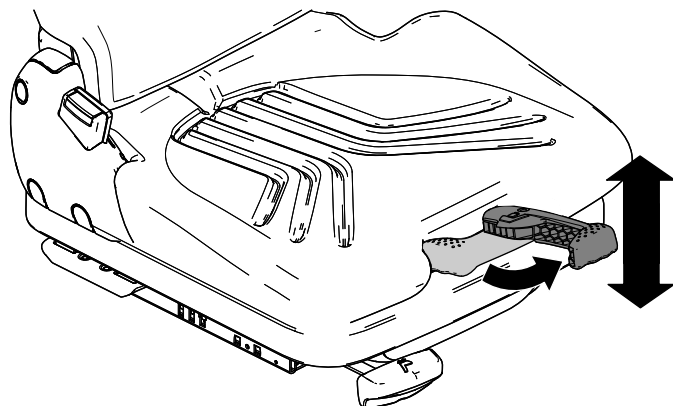

Figure 19
1. Tirez le levier de réglage de la suspension du siège à l'extérieur (Figure 19).